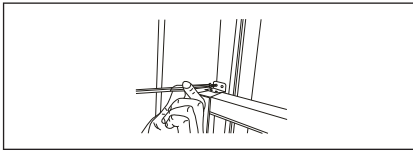

Fig. 16
6. Pour maintenir en place la guillotine inférieure, fixez le verrou de la guillotine situé dans le coin droit avec une vis 1/2 po (12,7 mm) comme illustré (Fig. 16).